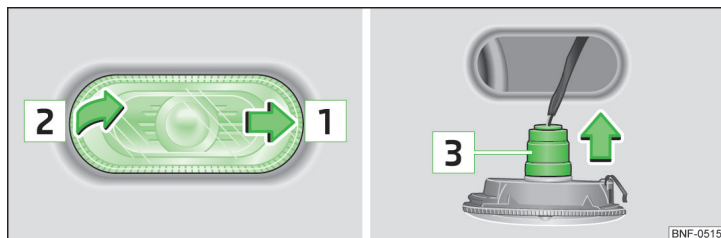

Fig. 132 Partea stângă a autovehiculului: Înlocuirea becului lămpii de semnalizare
- Împingeți lampa de semnalizare în sensul săgeții **1** » fig. 132 (pe partea șoferului executați operațiunea în oglindă).